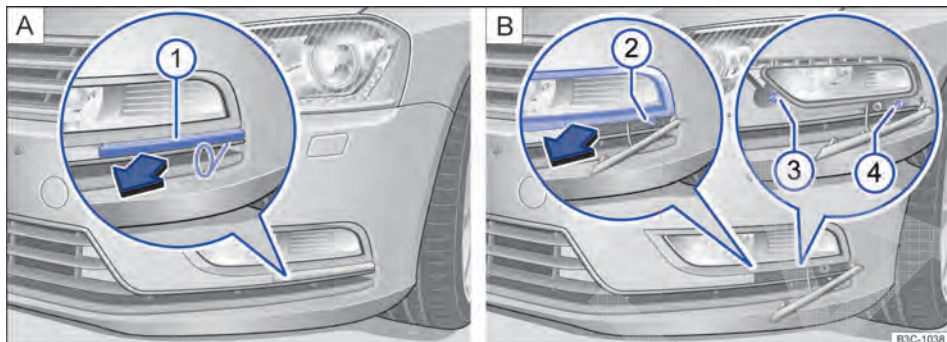

Fig. 274 No para-choque dianteiro à esquerda: lanterna para luz de neblina, farol de rodagem diurna e farol de conversão.
2. +Com o gancho extrator das ferramentas de bordo, puxar ⇒ Página 416 a capa de cobertura ⇒ Fig. 274 A ① para frente, no sentido da seta.
3. Com a chave de fenda das ferramentas de bordo ⇒ Página 416, desaparafusar o parafuso de fixação ⇒ Fig. 274 B ②.
4. Puxar a cobertura ⇒ Fig. 274 para frente no sentido da seta.
5. Desparafusar os parafusos de fixação ⇒ Fig. 274 B ③ e ④ com a chave de fenda.
14. Aparafusar os parafusos de fixação ⇒ Fig. 274 B ③ e ④.
15. Instalar a cobertura no para-choque e parafusar o parafuso de fixação ⇒ Fig. 274 B ②.
16. Instalar a capa de cobertura ⇒ Fig. 274 A ① no para-choque.